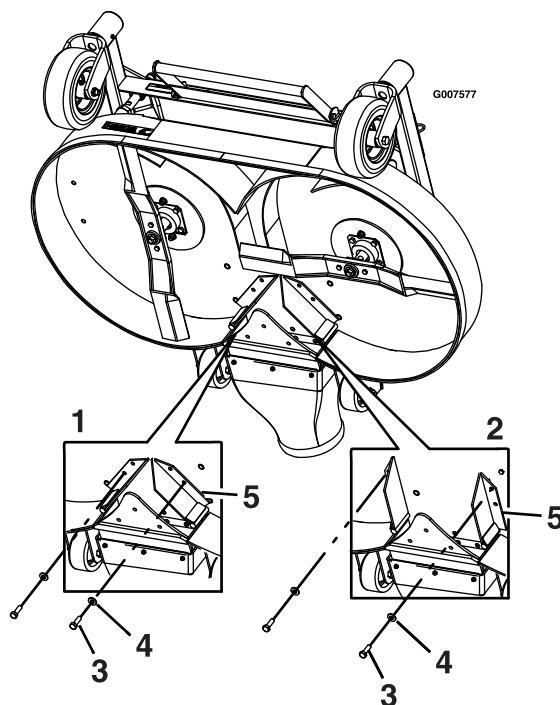

Figura 23
7. Retire el perno y la arandela de la parte delantera de cada deflector del sistema de reducción de llenado (Figura 23).